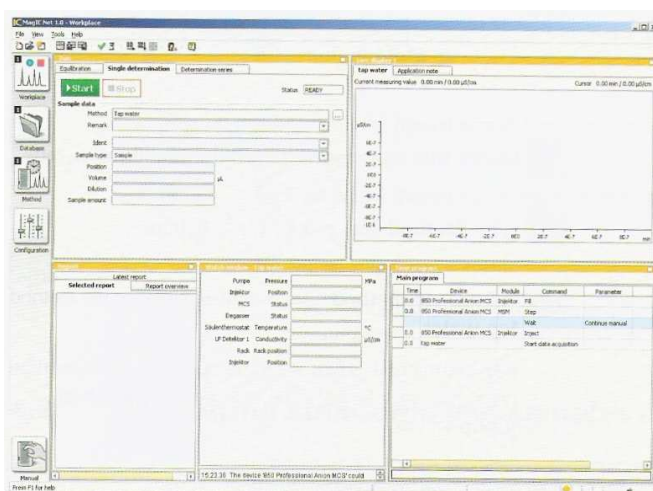

Figura 16.1 – Janela do software Magic Net IC, workplace.
- Clicar em . Abrirá a plataforma “WORKPLACE”, Figura 16.1.